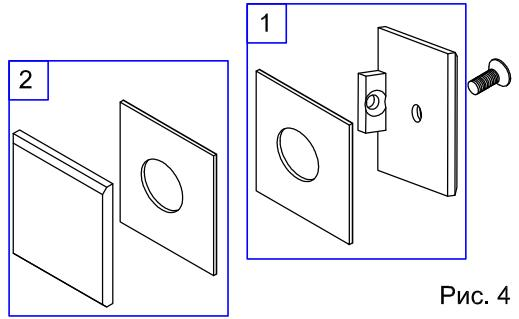
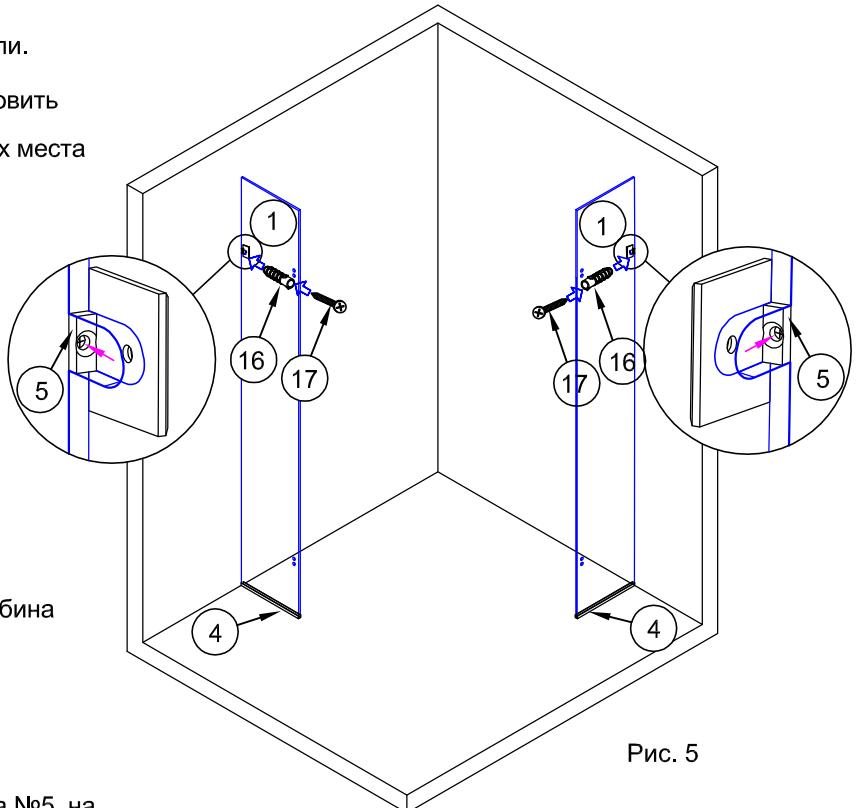

Рис. 4
Рис. 5
2.1. Шестигранным ключом раскрутить оба держателя стекла №5. (Рис.4)
комплект 1 держателя (рис.4). Отметить на стенах места отверстий для крепления держателей (рис.5).
Вставить в отверстия дюбели №16. При необходимости использовать молоток. (рис. 5)
2.8. Установить комплекты 2 держателей (рис.4) с внешней стороны стекла и скрутить пакет 1, стекло и пакет 2 винтом.